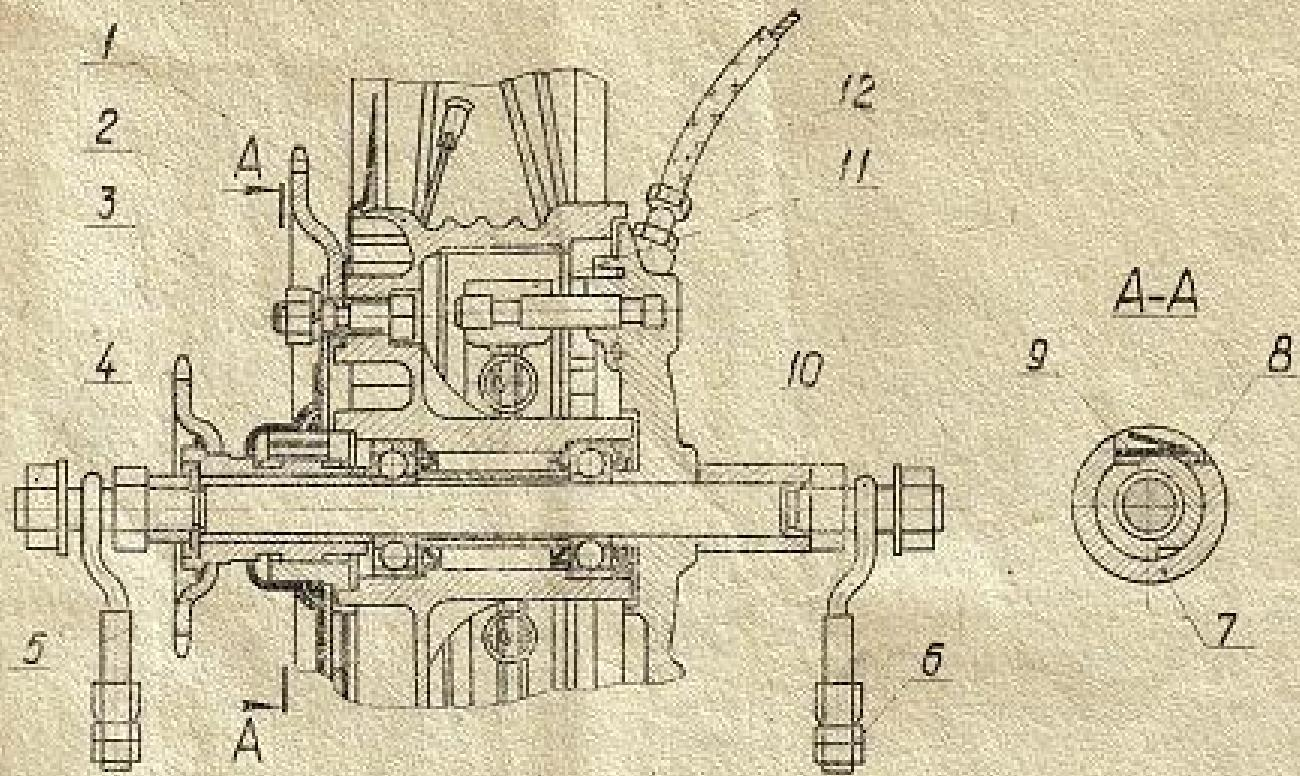

Рис. 5. Втулка заднего колеса
- Втулка заднего колеса представлена на рис. 5.
- Механизм втулки заднего колеса (рис. 5) осуществляет следующие циклы работы.